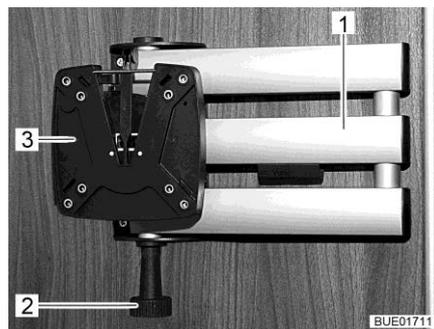

Fig. 89 Soporte (brazo articulado de dos partes)
Posicionar: ■ Tirar del botón de desbloqueo (Fig. 89,2). El brazo articulado (Fig. 89,1) estará desbloqueado.
- Guardar:** ■ Girar la pantalla plana de regreso a la posición inicial hasta que se oiga engatillar el soporte (Fig. 89,3) en el bloqueo.